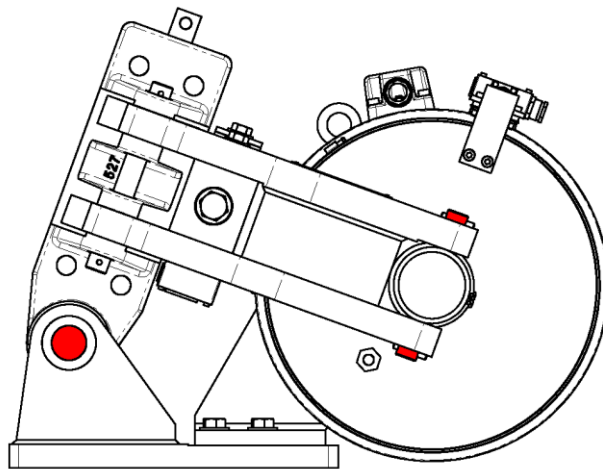

Abbildung 4.1
1. Der Bremssattel muss auf der Grundplatte in axialer Richtung zur Bremsscheibe beweglich sein. Falls erforderlich, reinigen und schmieren Sie die gekennzeichneten Schmierstellen (Abbildung 4.1):